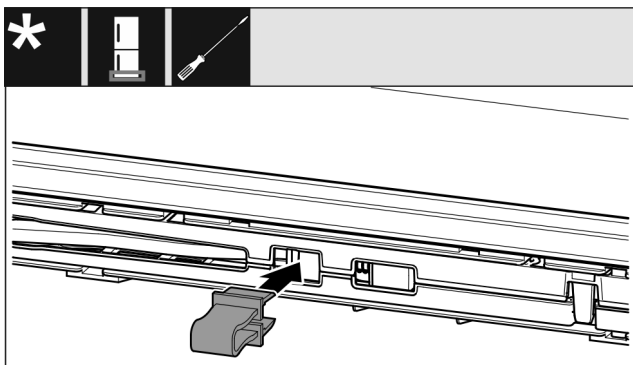

Fig. 16
- ▶ Зафиксируйте предохранитель в отверстии. (см. Fig. 16)